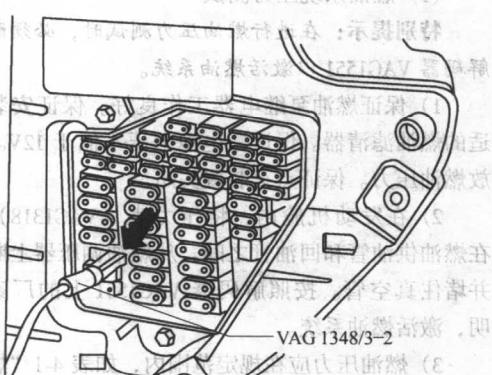

图 4-1 燃油泵继电器位置
(1) 检测准备:
① 蓄电池电压不低于 12V。
② 熔丝 S228 正常(插座位置 28)。
③ 驾驶员侧杂物箱后中央电器盒内继电器 4 正常(见图 4-1)。
④ 燃油滤清器正常。
⑤ 点火开关已关闭。
(2) 检测步骤:
① 打开仪表板左侧的熔丝盒盖。拔下熔丝支架上的熔丝 S228(插座位置 28, 左列上数第 5 个大熔丝)。